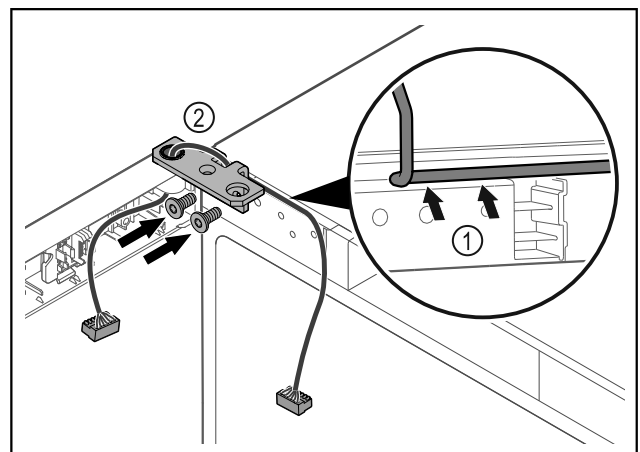

Fig. 48
- ▶ 将电缆穿过合页角铁的缺口并小心铺设 Fig. 48 (1)。
► 拧上合页角铁 Fig. 48 (2)。